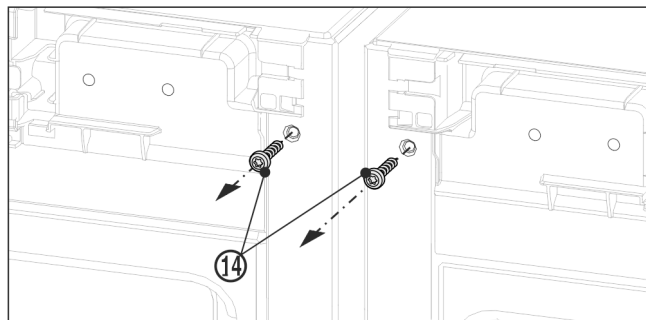

Fig. 12
- ▶ A felső rögzítővas felszerelése előtt tekerje ki mindkét földelőcsavart Fig. 12 (14).